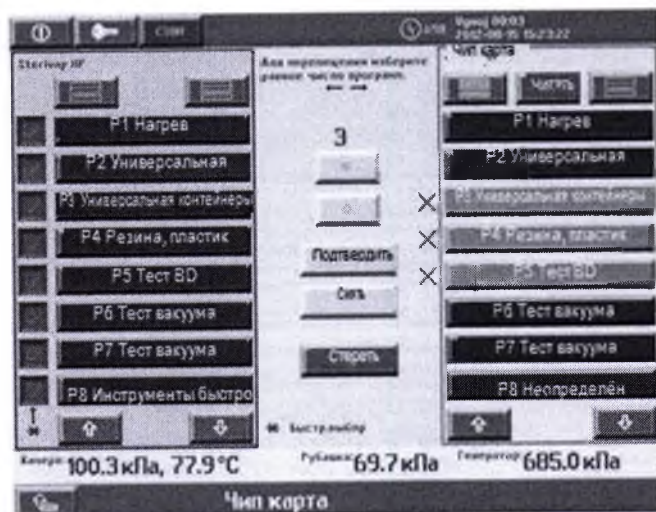

Рисунок 40 Удаление программ
- Нажмите кнопки программ, которые хотите стереть (только на одной стороне) рисунок 40.